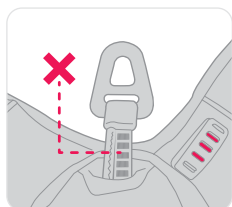

Figura 4
- Verifique se a linha de descida não está solta do dispositivo; isto indicaria que ocorreu uma descida (consulte a Figura 4). Se uma linha de descida estiver solta, não use o dispositivo. Remova o Latchways PRD de serviço e consulte a MSA ou um agente autorizado.